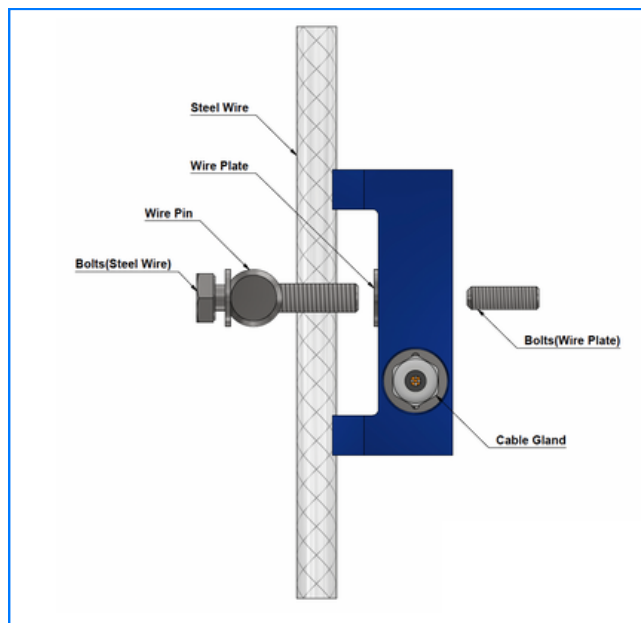

Abbildung 1
1. Das Tensiometer sollte, wie in Abbildung 1 dargestellt, mit der Kabelverschraubung nach unten am Stahlseil montiert werden.